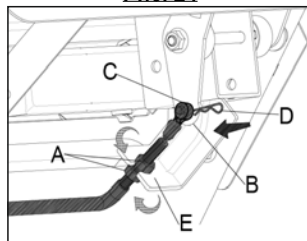

**Рис. 25**
2) Перед тем, как вставить конец троса управления крышкой желоба на место, ослабьте два винта. (Рис. 25)
3) Закрепите его на стержне B с помощью штифта D, затем затяните два винта на основании E чтобы закрепить кабель. Наденьте кабель на направляющую A для закрепления. (Рис. 25)